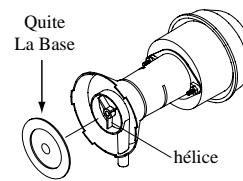

Fig. 9
- **Limpiar la bomba.** Es necesario limpiar la bomba una vez al principio de cada año. Por su propia seguridad, apague la unidad y desconecte el motor y la bomba. Quite la bomba de su montura. Quite la base de la bomba (véase fig. 9). Limpie la bomba. Dé le vuelta a la hélice para verificar que se mueve libremente. Quite el pico de la bomba y vea si está obstruido. Vuelva a colocar la base de la bomba. Coloque la bomba en la unidad y fíjela en su montura. Esto impedirá que se caiga la bomba al agua, lo que dañaría el motor. No se olvide de volver a conectar el tubo de agua a la bomba. La bomba contiene un depósito protector en caso de sobrecalentamiento (se apagará automáticamente).